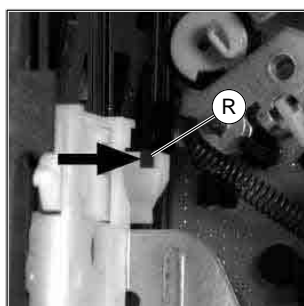
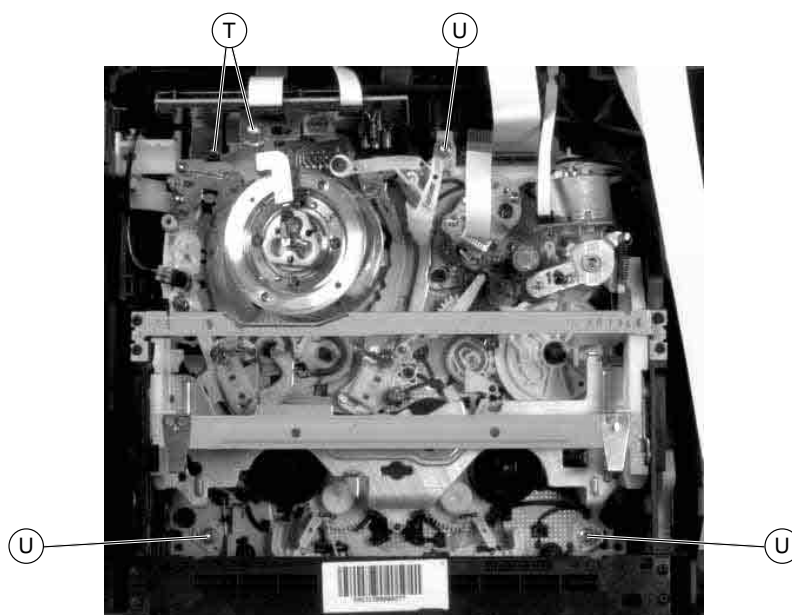

Fig. 12
Fig. 14
- Schrauben (T) herausdrehen, Steckverbindungen lösen und Kopfverstärkerplatte nach oben herausziehen (Fig. 14).
- Arretierungen (R) (Fig. 12) und (S) (Fig. 13) des Cassettenschachtes lösen und diesen dabei so weit nach innen schieben, bis die Schrauben (U) (Fig. 14) zugänglich sind.
- Schrauben (U) herausdrehen (Fig. 14) und gegebenenfalls Steckverbindungen zur Elektronik lösen.
- Undo the screws (T), unplug the connectors and raise the Head Amplifier Board to remove it (Fig. 14).
- Release the locks (R) (Fig. 12) and (S) (Fig. 13) of the cassette compartment and move it inwards to gain access to the screws (U) (Fig. 14).
- Undo the screws (U) (Fig. 14) and unplug the connectors to the electronics if necessary.